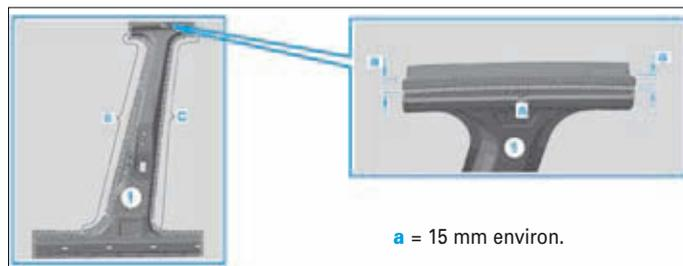
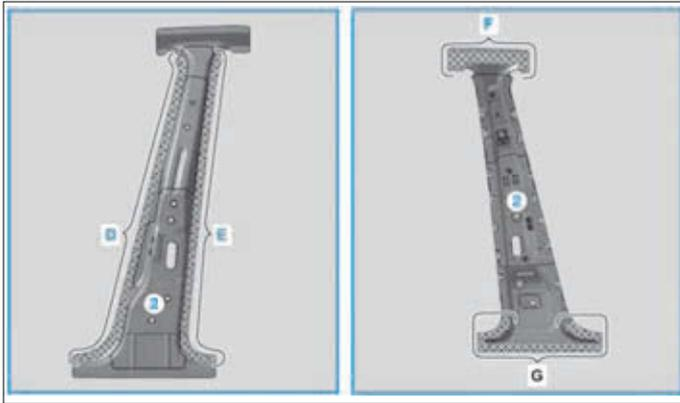

FIG. 76
FIG. 77
- Tracer puis découper sur la partie extérieure du montant B (1) dans la zone (A) (Fig.76) et (Fig.77).
- Poncer au nu du métal les zones quadrillées des surfaces de raccordement sur la partie extérieure du montant B (1) et (2).